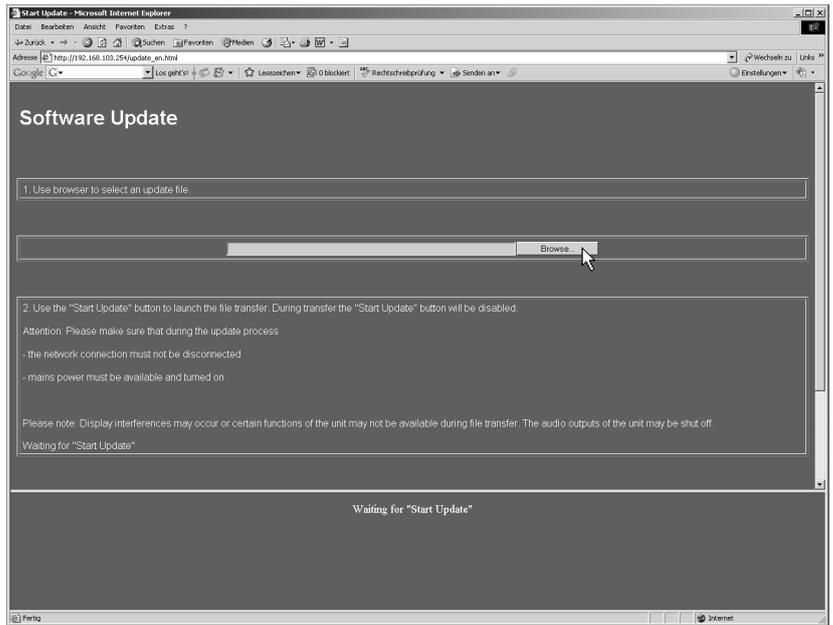

Bild 8-3: Anzeige der Software-Update-Seite („Durchsuchen“)
3. Klicken Sie auf die Schaltfläche „Durchsuchen“ (siehe Bild 8-3).
13. Klicken Sie wieder auf die Schaltfläche „Durchsuchen“ (siehe Bild 8-3), um die **vierte** der vier Update-Dateien hochzuladen. Wählen Sie die Datei „**p11900\_xxxxx\_CONF**“ aus. Wiederholen Sie die Schritte 4 bis 8 nun mit dieser Datei, bis deren Transfer abgeschlossen ist.